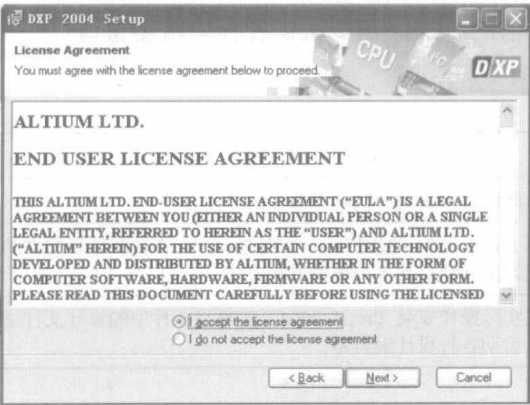

图 1-3 安装授权许可对话框
(2) 单击 **Next >** 按钮, 进入如图 1-3 所示窗口。选中 “I accept the license agreement” 选项, 即可正式进入 Protel 2004 的安装。